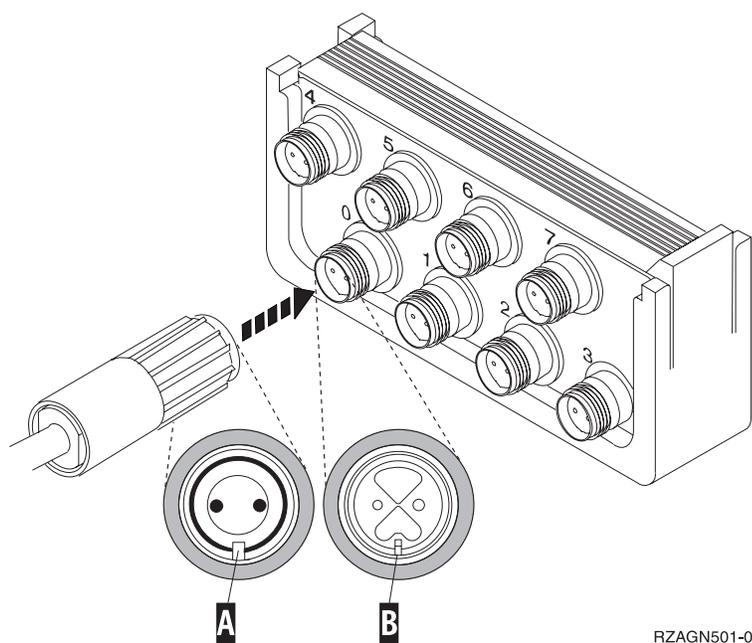

Figure 3. Où connecter le câble de console de l'unité centrale
- ___ 6. Alignez l'ergot **B** du connecteur de câble twinax à 8 ports (**port 0**) avec l'encoche **A** du câble twinax (figure 3).